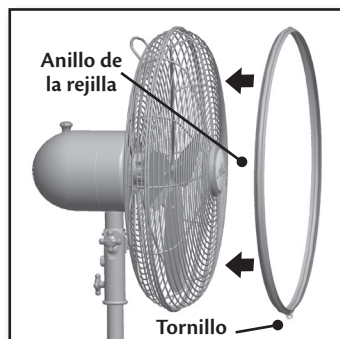

Figura 14
9. Deslice el anillo de la rejilla sobre las rejillas frontal y trasera girándolas para que el tornillo que las asegurará quede en la parte inferior. Figura 14.